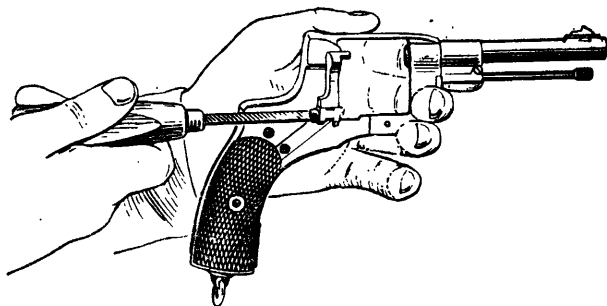

Рис. 40. Как отвинтить винт дверцы
15) **отделить дверцу** и ее пружину: отвинтить винт пружины дверцы; отвинтить и вынуть винт дверцы (рис. 40); вынуть дверцу и ее пружину;